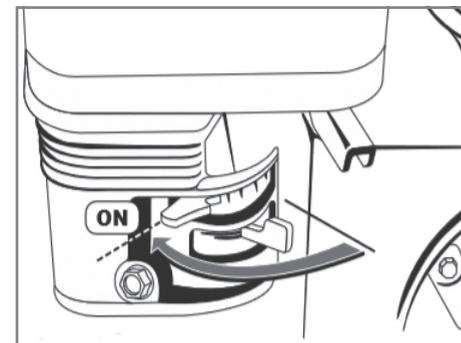

Рис. 16
3. Переверните выключатель в положение «ON» (рис. 16).